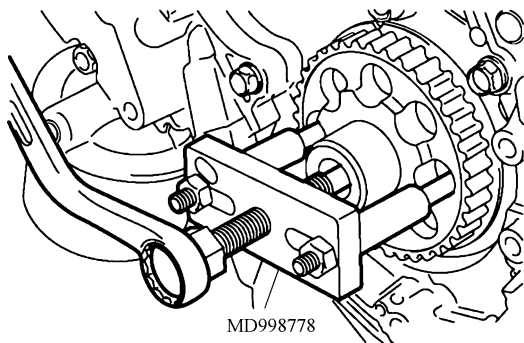

图 28-26 安装专用工具拆卸曲轴链轮 B
- 1) 按照图 28-26 所示, 安装专用工具 MD998778。